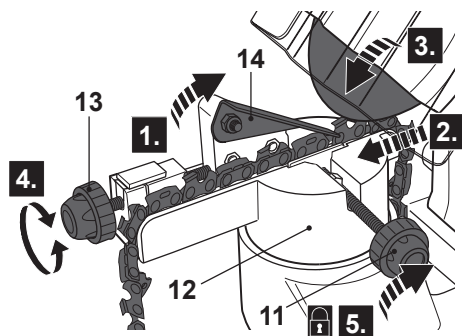

Fig. 7
- > Deslize o batente de corrente (14) para a frente e deixe-o mesmo atrás do elo da corrente de corte que será afiado (Fig. 7 + 8).
- > Exerça tensão na corrente de serra para trás, em direção ao batente de corrente (14).
- > Pressione a caixa do motor (4) pela respetiva pega (2) para verificar a quantidade de material que será desbastada.
- > Ajuste o batente de corrente (14) com o respetivo parafuso de ajuste (13) rodando para a direita ou para a esquerda. Pressione a caixa do motor (4) pela respetiva pega (2) repetidamente para verificar o ajuste.
- > Assim que obtiver o ajuste pretendido, feche o torno (12) para fixar a corrente na posição, rodando o parafuso de fixação (11) para a direita.